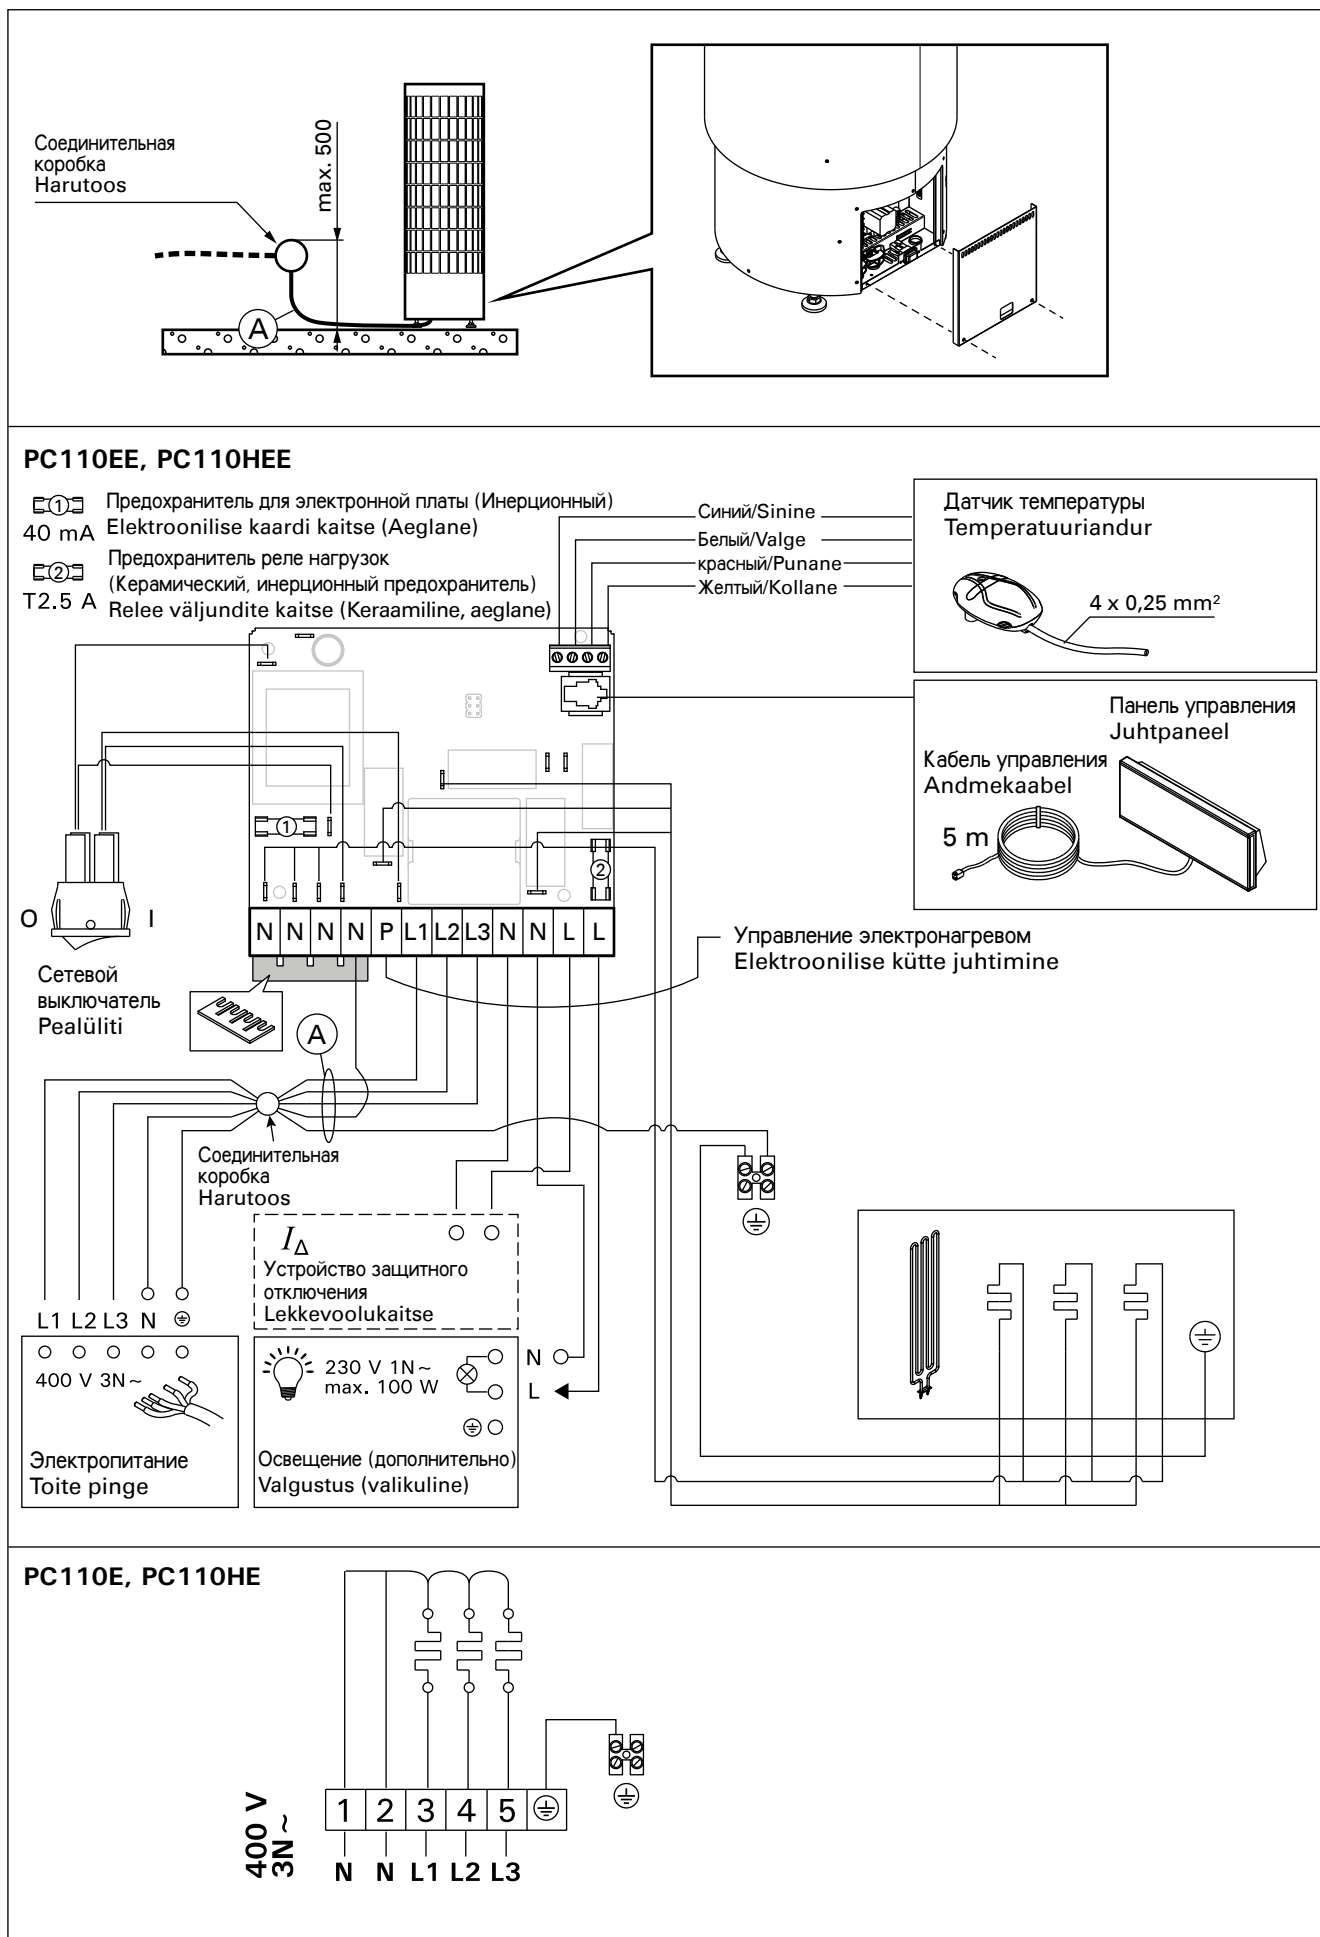

Рисунок 5. Электрические подключения
- В качестве кабеля (рис. 5: А) следует использовать резиновый кабель типа HO7RN-F или подобный. **ВНИМАНИЕ! Использование изолированного ПВХ кабеля запрещено вследствие его разрушения под воздействием тепла.**
- Кроме разъемов питания каменки PC оснащены также разъемом (P), который делает возможным управление электрическим нагревом (см. рис. 5). Кабель управления электро-отоплением подводят прямо к розетке каменки и дальше с помощью резинового кабеля, равного по толщине кабелю подключения, к клеммнику.